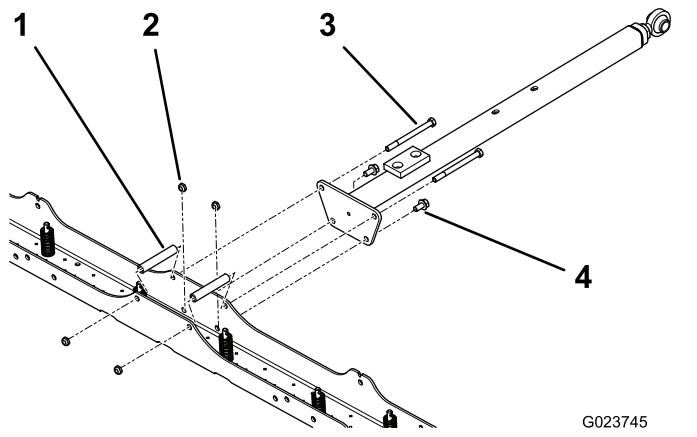

図4
1. ボトム・プレートの上側にある2つのボルト穴に、長いスペーサー2本を整列させ、ロックナット3/8インチ2個とボルト3/8 x 4-1/2インチ2本を使用して、牽引バーをボトム・プレートに固定する図4。